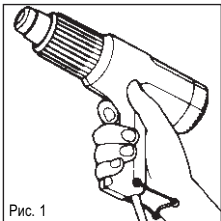

Рис. 1
При эксплуатации инструмента в руке (рис. 1) держат HL 1800 E следует как термоклеевый пистолет или электродель – за рукоятку (2) и при этом регулировать указательным пальцем ступенчатый переключатель (3).